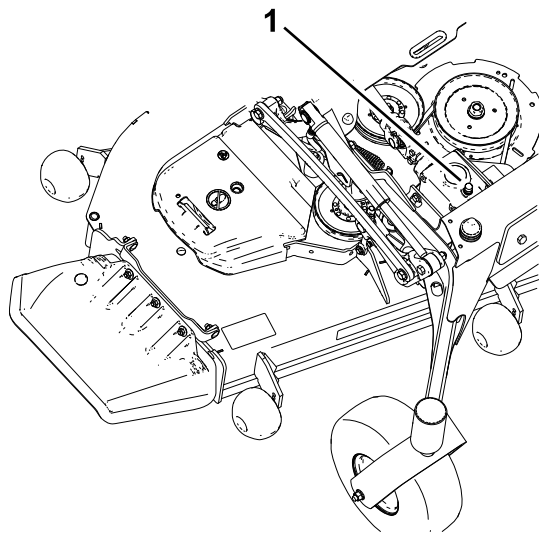

Рисунок 51
5. Вийміть щуп/заливну заглушку з верхньої частини коробки передач та переконайтеся, що мастило знаходиться в діапазоні між позначками на щупі (Рисунок 51).
5. Вийміть щуп/залівну заглушку з верхньої частини коробки передач та переконайтеся, що мастило знаходиться в діапазоні між позначками на щупі (Рисунок 51).